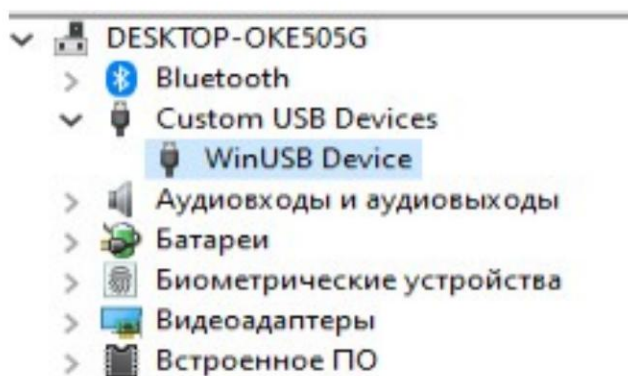

рис. 12 Диспетчер устройств после обновления драйверов
5.7 Затем откройте интерфейс "Диспетчер устройств", устройство должно быть успешно распознано компьютером, как показано на рис. 12.